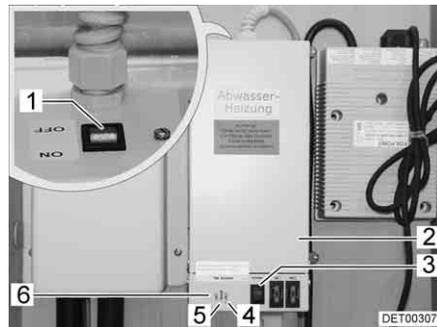

Fig. 147 Transformador con aparato regulador
Según el modelo, el transformador de 230 V AC/12 V DC (Fig. 147,2) estará instalado en el armario ropero o en el baúl del grupo de asientos.
- La luz de control (Fig. 147,5) se enciende de color verde: Regulación en funcionamiento
- Las luces de control (Fig. 147,4 y 6) se encienden rojas: Las tuberías de aguas residuales se calientan
La carcasa tiene un pulsador de prueba (Fig. 147,3) integrado con el cual se puede poner en funcionamiento brevemente el aparato regulador. Presionando el pulsador de prueba se puede comprobar el funcionamiento del calentamiento aún cuando la temperatura ambiente sobrepase los 5 °C.
- Poner el interruptor (Fig. 147,1) en el transformador (Fig. 147,2) en "ON".
- Poner el interruptor (Fig. 147,1) en el transformador (Fig. 147,2) en "OFF".